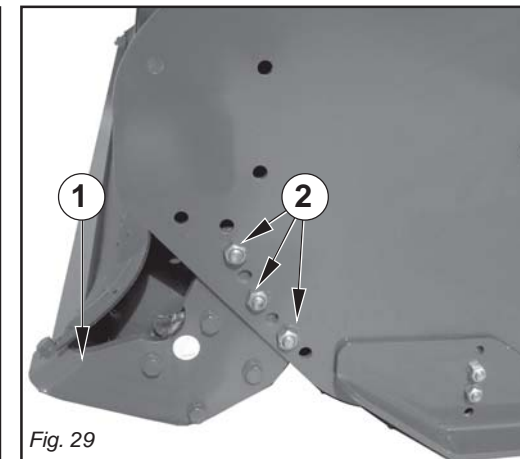

Fig. 29
La macchina è fornita di rullo posteriore (1 Fig. 29) e raschiafango regolabile manualmente.
- Togliere i bulloni (2 Fig. 29).
The machine is equipped with a rear roller (1 Fig. 29) and a manually adjusted mud scraper.
- Remove the bolts (2 Fig. 29).
Mașina este livrată cu rulou posterior (1 Fig. 29) și răzuitor reglabil manual. Pentru a regla ruloul procedați în felul următor:
- îndepărtați buloanele (2 Fig. 29).